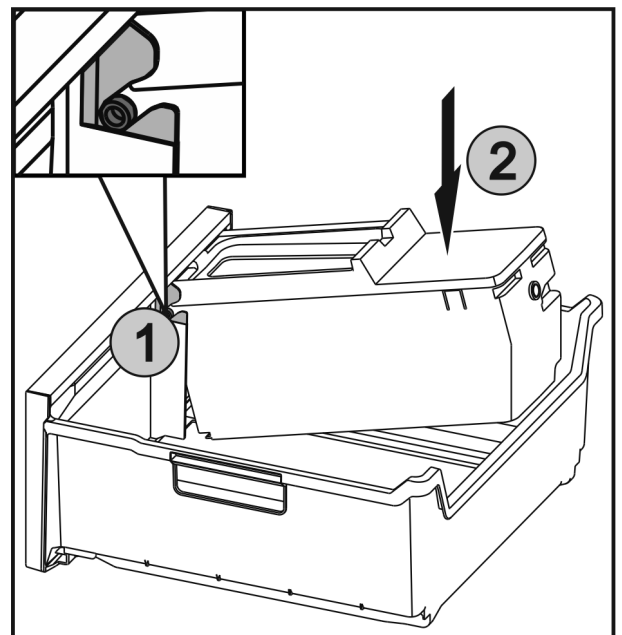

Fig. 30
- ▶ De assen Fig. 30 (1) van EasyTwist-Ice in de geleidingen schuiven en de achterste zijde Fig. 30 (2) erin drukken tot de lip vergrendelt.